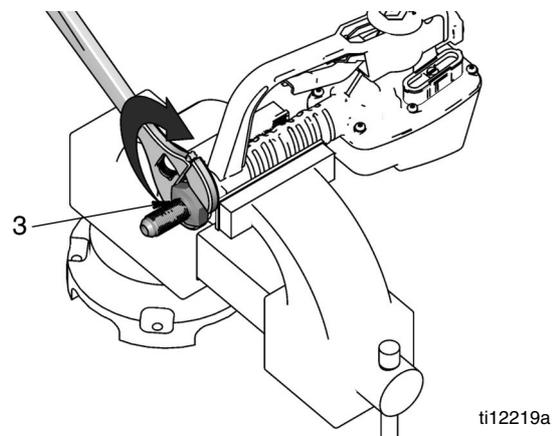

FIG. 5
5. Installez le raccord de traversée de cloison (3) à l'entrée du compteur (FIG. 5). Utilisez une clé anglaise pour ajuster le raccord.